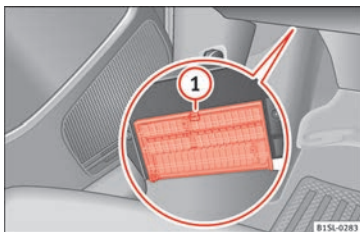

Fig. 82 Debajo del tablero de instrumentos del lado del conductor: tapa de la caja de fusibles.
- **Abrir:** presione la palanca de bloqueo » **fig. 82** ① hasta que sea posible abrir la cubierta. Abatir la cubierta hacia abajo.
- **Cerrar:** abata la cubierta hacia arriba en la dirección contraria a la flecha hasta que encaсте de forma audible en la palanca de bloqueo ①.